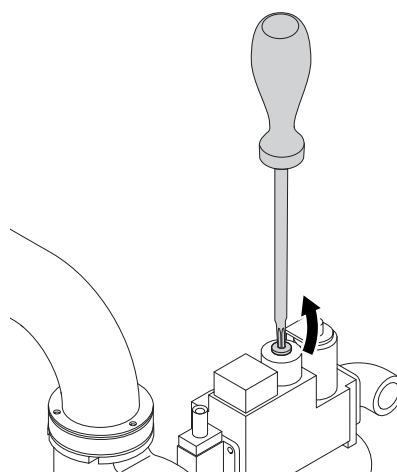

Fig. 11.h
- agire sulla vite (A - fig. 11.c, 11.d) di figura e controllare che i valori di CO e CO₂ siano quelli della tabella emissioni;